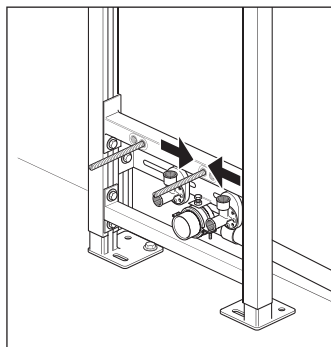

Рис. 10 / Сур. 10
10. Ослабьте впускные колена для горячей и холодной воды (используя гайку сзади). Установите необходимое расстояние, чтобы можно было легко подсоединить смеситель к биде, и затяните (рис. 10).